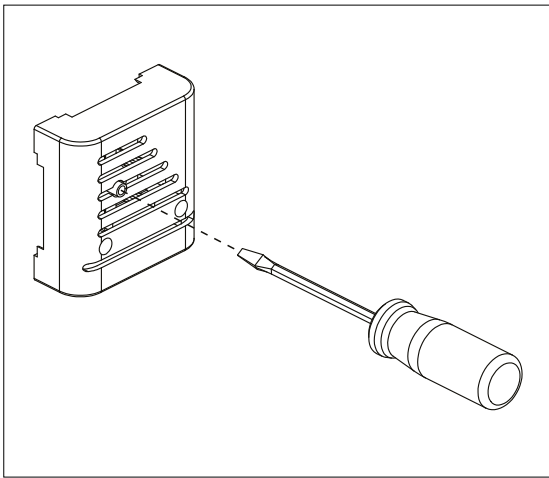

Bild 7.14-1. Återaktivering av överhettningsskyddet
- Bastuaggregatets överhettningsskydd har löst ut: **orsaken till att överhettningsskyddet har utlösts måste utredas!** Överhettningsskyddet kan återaktiveras genom att klicka på temperatursensorn (bild 7.14-1).